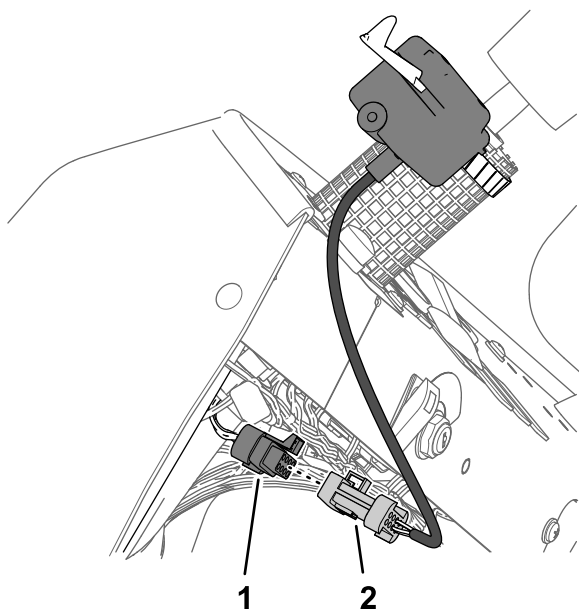

**Figure 34**
1. Montez la commande des clignotants sur la vanne de direction avec le collier, comme montré à la Figure 34, et serrez le collier à la main.